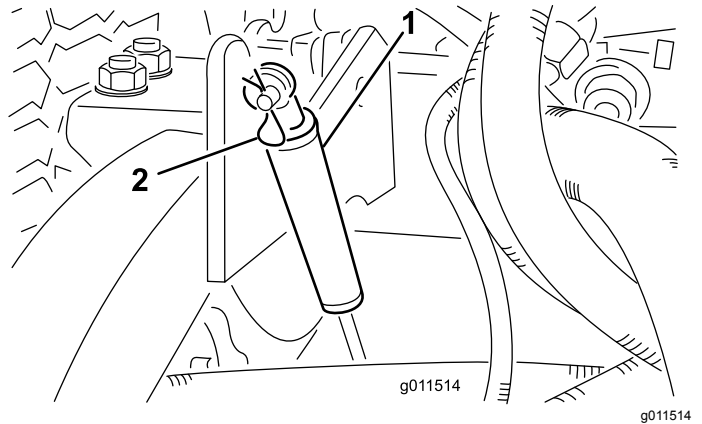

Figura 100
2. Togliete la coppiglia che fissa gli ammortizzatori ai bracci di sollevamento (Figura 100).